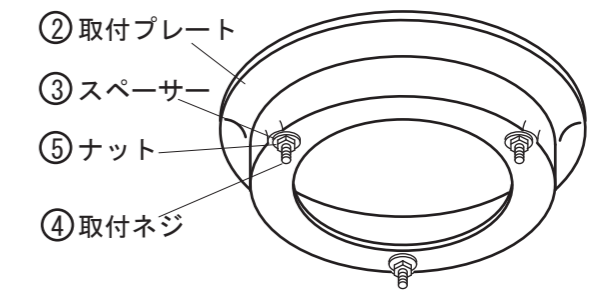

図7 (カウンター裏面より)
- 5) ボウルを固定した状態を右図に示します。(図7参照)